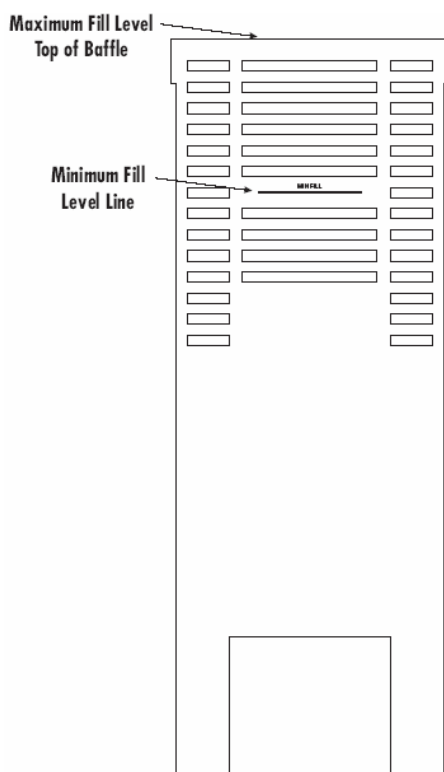

图 1 液体加注
- 在向筒内加注液体时，请确保淹没全部的加热管。请勿使液体超过折流板（请参见第 17 页的图 1）。
注意：在向恒温槽腔体内加注液体时，请确保完全淹没加热管。请勿使液体超过折流板。请参见图 1。